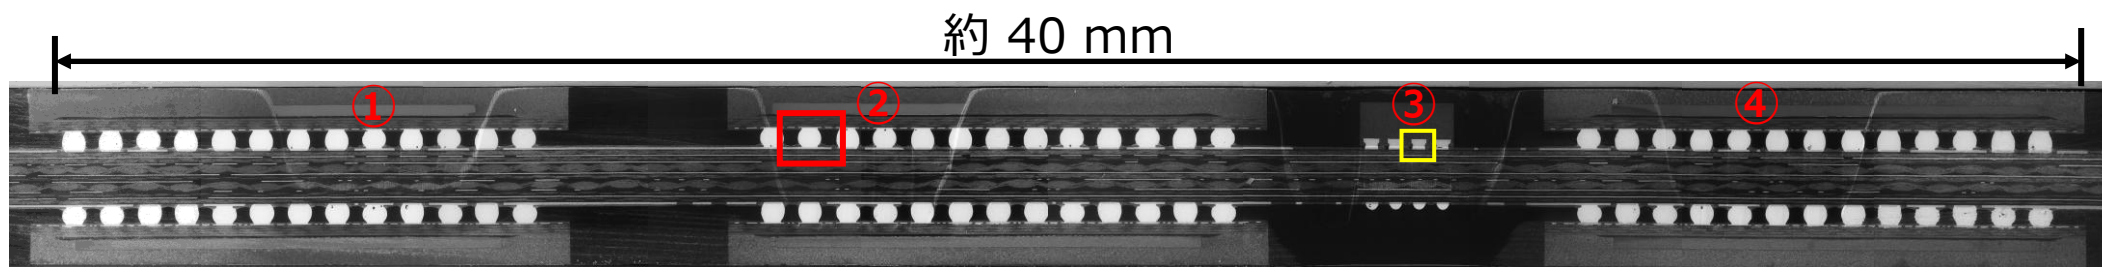

図1. 広域多点加工断面の
前回の「広領域断面評価のためのマルチサンプルホルダ使用事例（1）」では、ArBlade5000による40時間の連続加工により、約40 mm幅試料の断面作製が可能であることを報告しました*1。今回は、大型試料における広域多点加工事例を紹介します。ArBlade5000では、マルチサンプルホルダ専用試料台とACS*3機能を組み合わせることにより、最大50 mm幅の試料内で複数個所の断面加工が可能です。UI*2（PCソフト）にて、事前に複数個所の加工位置、加工幅、加工条件等を設定した後にミリングを開始することで、設定された複数個所の加工が自動実行されます。図1は、本機能を用いた広域多点加工にて作製した電子回路基板断面の反射電子像です。電子回路基板内の着目する4つの領域（図1、①～④）がミリングにより平坦化されています。図2は、図1の②赤枠部分のはんだ接合部および、接合界面拡大像。図3は③黄枠部分のリード線接合部および、接合界面拡大像をそれぞれ反射電子像で観察した結果です。図2でははんだと電極の接合状態が、図3ではリード線接合部が明瞭に確認できています。以上の結果から、ArBlade5000による広域多点加工では、大型試料内の複数領域の自動加工が可能となり、断面試料作成工程の省人化が期待されるとともに、全体を加工した際と比較して加工時間の短縮(40時間→22時間)も可能となりました。